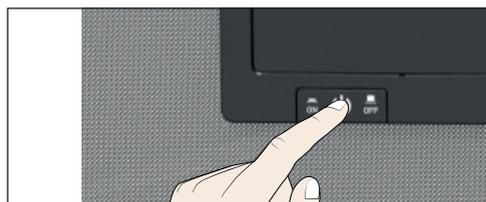

Fig. 19 Spegnere l'apparecchio
3. Spegner l'apparecchio dall'interruttore principale (Fig. 19).